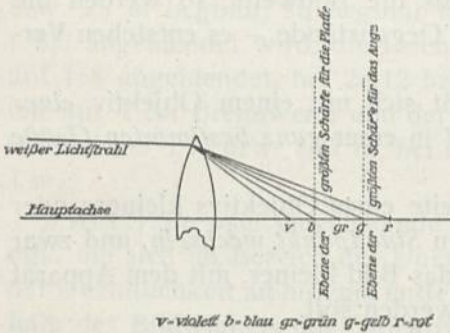

Abb. 36.
a) Besteht eine Linse nur aus einem Stück Glas, so liefert sie wohl ein scharfes Bild beim Einstellen, aber dieses erscheint bei der Aufnahme unscharf, weil das eingestellte Bild an einer anderen Seite liegt als die beste Schärfe für die photographische Platte. Die Ursache ist die **Fokussdifferenz**, die darauf beruht, daß das Licht beim Durchgange durch die Linse in seine farbigen Bestandteile (das Spektrum) zerlegt wird (S. 37 Absatz e), und daß unser Auge diese Farben anders empfindet als die photographische Schicht. Auf unser Auge wirkt das Gelb, auf die photographische Schicht das Blau am stärksten. Das äußert sich darin, daß wir unbewußt stets nur im Brennpunkte der gelben Strahlen einstellen, die größte Schärfe für die photographische Platte aber in der Brennpunktebene der (stärker brechbaren) blauen Strahlen (also näher der Linse) liegt (Abb. 36). Der sich hierbei ergebende Unterschied der beiden scharfen Bildebenen ist gleich dem Abstände beider Brennpunkte voneinander — es ist die Fokussdifferenz.